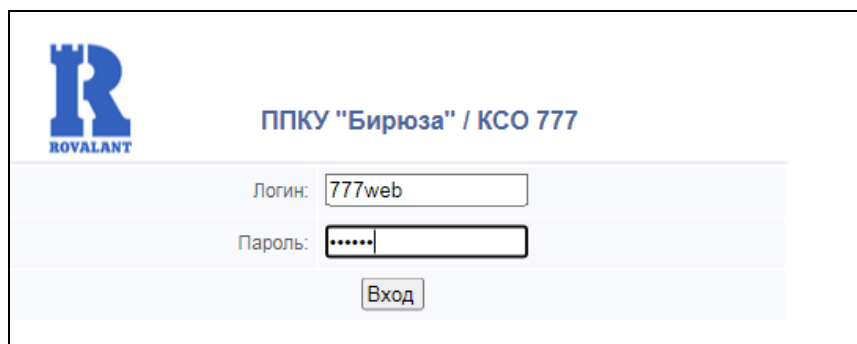

Рисунок 16. Окно авторизации веб-сервера «Бирюза-М» (исп.Ethernet)
2) На ПЭВМ запустить интернет-браузер (Internet Explorer, Mozilla Firefox, Опера или др.), в интернет-браузере должна быть включена поддержка JavaScript. Ввести в адресной строке браузера IP-адрес прибора (по умолчанию 192.168.0.11). После установления соединения со встроенным веб-сервером прибора в браузере появится окно авторизации (рисунок 16).